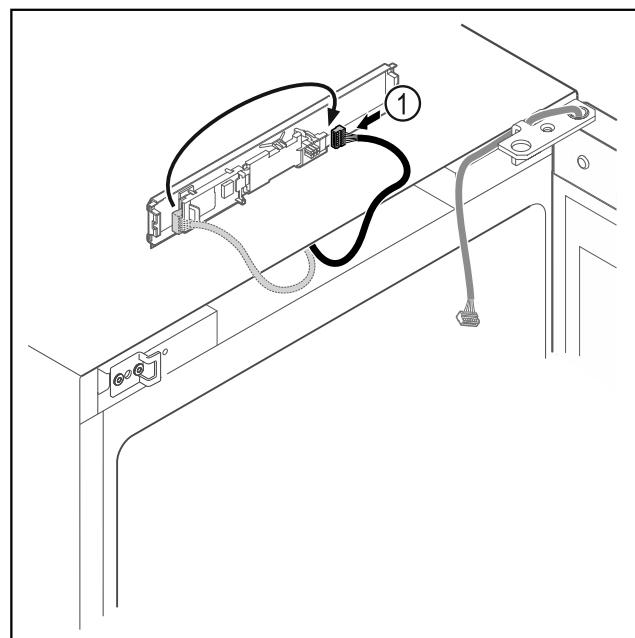

Fig. 8
- ▶ Stecker Fig. 8 (1) auf Platine umstecken.